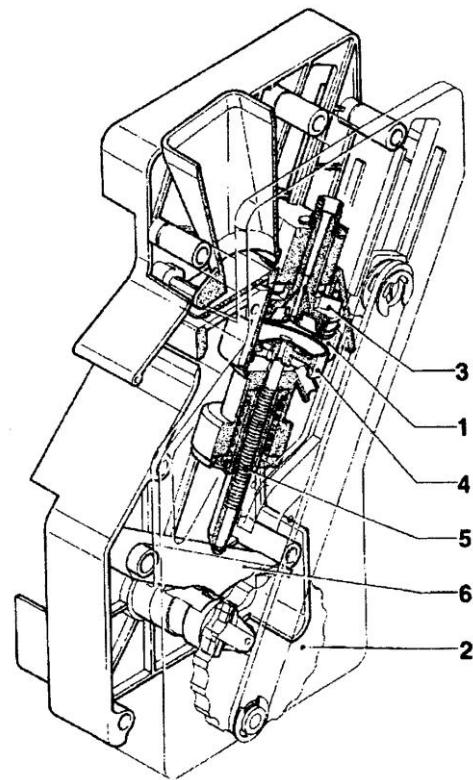

Рис. 18
Кофе попадает в вертикальный отсек заварки (1) (см. Рис. 18).
Ручка устройства раздачи, зацепив диск (2), расположенный вне модуля, поворачивается на 180°, заставляя отсек заварки повернуться, а верхний поршень (3) опуститься (см. Рис. 18).